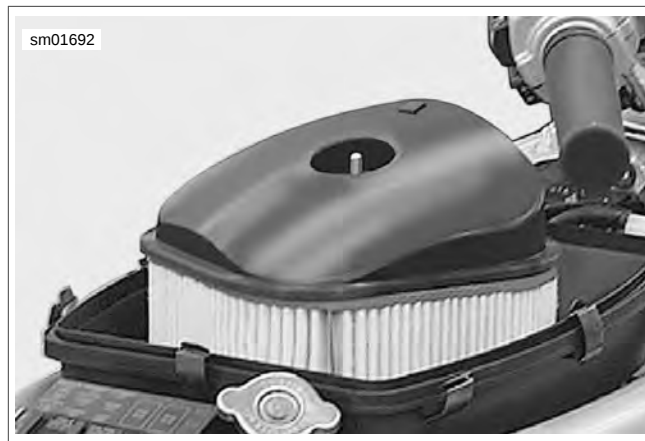

Figure 1-10. Filtre à air
5. Voir Figure 1-10. Retirer l'écrou à oreilles de fixation du couvercle de filtre et du filtre à air.